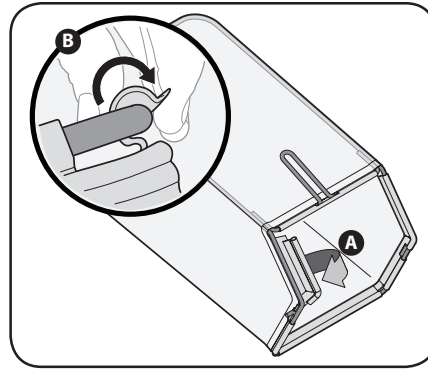

Figura 2-7
- Siga los pasos a continuación para ensamblar el colector de recortes de césped (si fuera necesario). Asegúrese que la bolsa para recortes está con el lado derecho hacia afuera antes de ensamblar (la etiqueta de advertencia estará hacia afuera). Consulte la Figura 2-7.